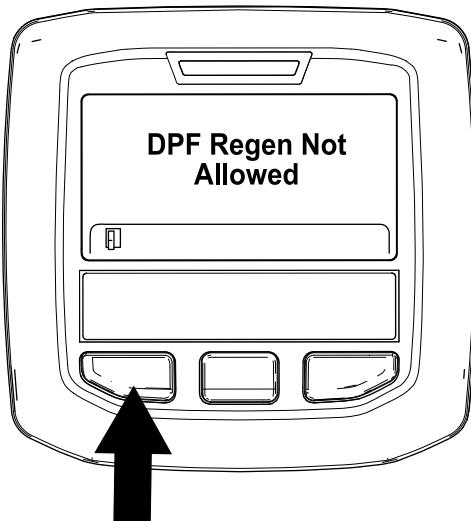

Figure 55
- Si le processus de régénération n'est pas autorisé par le calculateur moteur, le message « DPF Regen Not Allowed » (régénération du FAP non autorisée) s'affiche sur l'InfoCenter (Figure 55). Appuyez sur le bouton gauche pour quitter l'écran d'accueil.